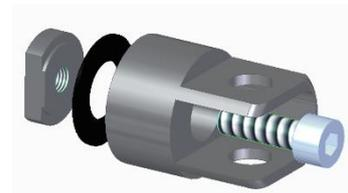

Abbildung 1
Zunächst erfolgt die Montage der vier Halterungen (6) in dem jeweils oberen Loch der Scharniere. Hierzu werden jeweils die Lackschutz-Moosgummi-Zuschnitte (15) auf die Halterungen geklebt und dann mit den Zylinderkopfschrauben M8x25mm (8) und den Sondermuttern (7) verschraubt (Anzugsdrehmoment 20Nm – Abb. 1). Zur Sicherung aller Schrauben muss Schraubensicherungslack auf den Gewinden angebracht werden! Die Sondermutter können wie auf Abbildung 2 dargestellt, platziert werden.